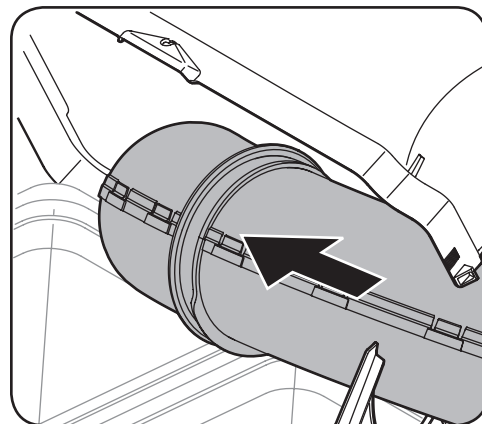

Figure 4-17
2. Soulevez le couvercle du bac récupérateur, puis installez la goulotte supérieure dans l'ouverture. Voir Figure 4-17.